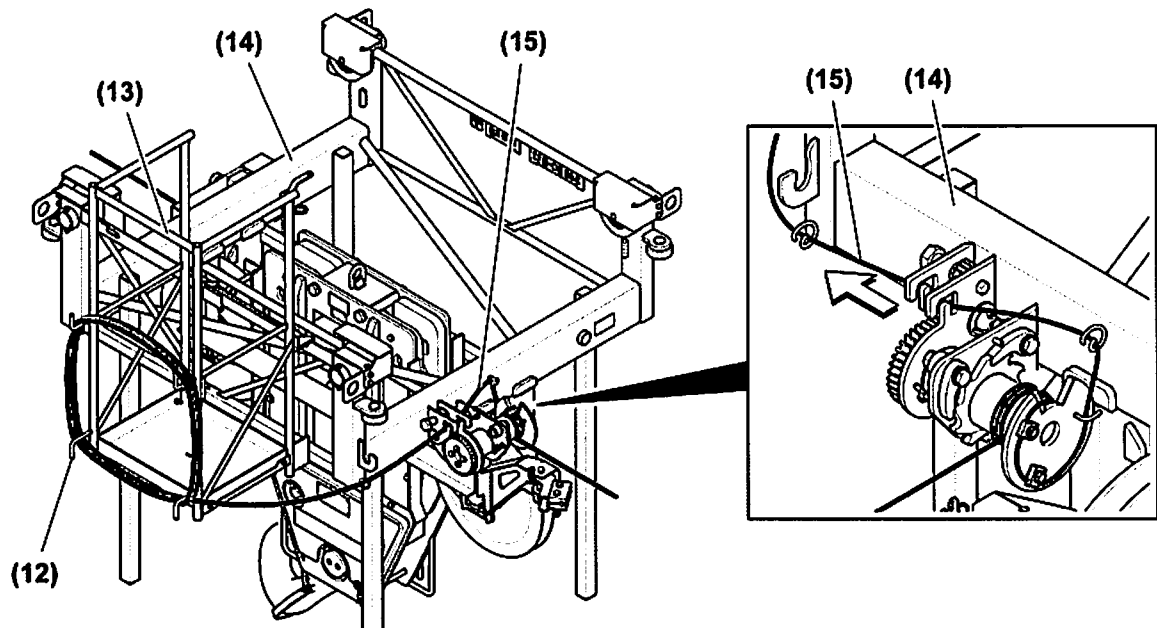

Fig. 274: Restliches Katzfahrseil aufbewahren
- (6) Flügelmutter
- (7) Trommelflansch, Spannvorrichtung
- (8) Sperrklinke I
- (9) Sperrklinke II
- (10) Scheibe
- (11) Sicherungsscheibe
- (12) Ratsche
- ▶ Katzfahrseil I (1) auf Seiltrommel (2) aufspulen, bis Katzfahrseil I (1) leicht gespannt ist.
- ▶ Katzfahrseil II (3) mit Ratsche (12) über Spannschraube (5) leicht spannen.
- ▶ Sperrklinke (8) oder (9) mit Flügelmutter (6), Scheibe (10) und Sicherungsscheibe (11) sichern.
- ▶ Durch Spannen zusätzlich entstandenes Schlappseil an Bügeln am Wartungsfahrkorb aufbewahren und mit Kabelband sichern. (siehe: Fig. 274, Seite 312)